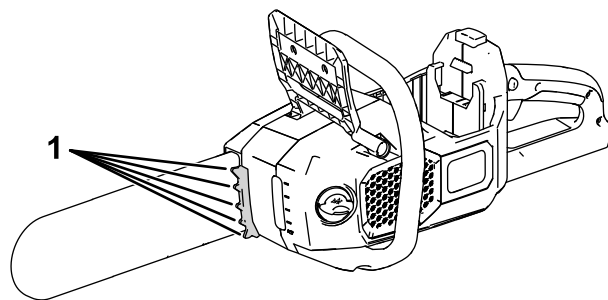

Figura 12
**Nota:** Pode utilizar os dentes de corte (Figura 12) para aplicar uma ligeira pressão.